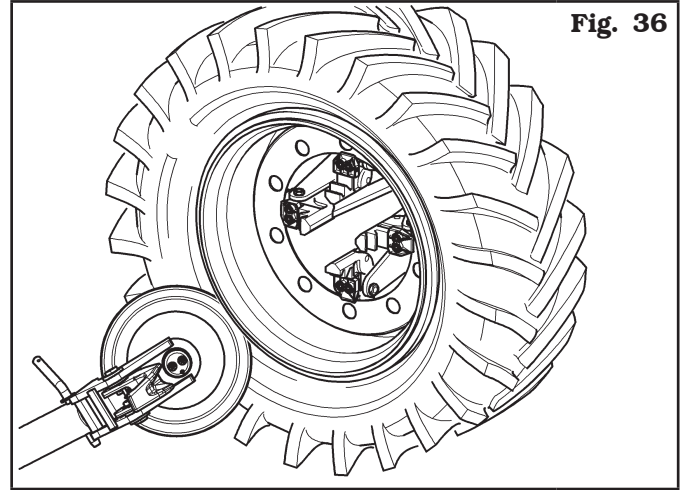

Fig. 36
- Tourner de 180° la tête porte-outils comme décrit dans le paragraphe correspondant, de façon à ce que le disque décolle-pneus entre en contact avec le côté extérieur du pneumatique (voir Fig. 36).